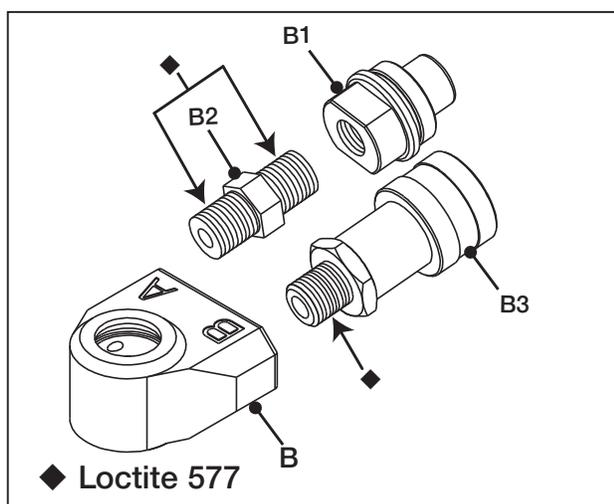

Fig. 19
- Appliquer du produit d'étanchéité Loctite 577 sur les filetages du raccord femelle (B3) et de l'adaptateur (B2). Voir leur emplacement (◆) sur la figure 19.